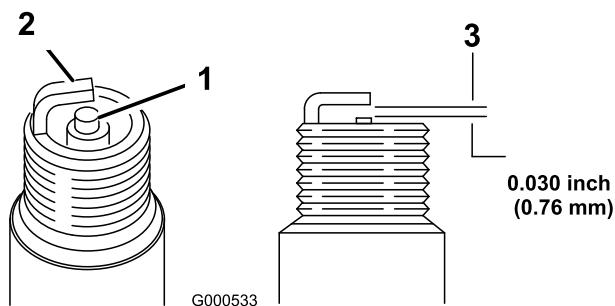

Figura 26
- Controllate il centro della candela (Figura 26). Se l'isolatore è marrone chiaro o grigio, il motore funziona correttamente. Una patina nera sull'isolatore significa in genere che il filtro dell'aria è sporco.
- Verificate la distanza tra gli elettrodi centrale e laterale (Figura 26) e se non è esatta piegate l'elettrodo laterale.